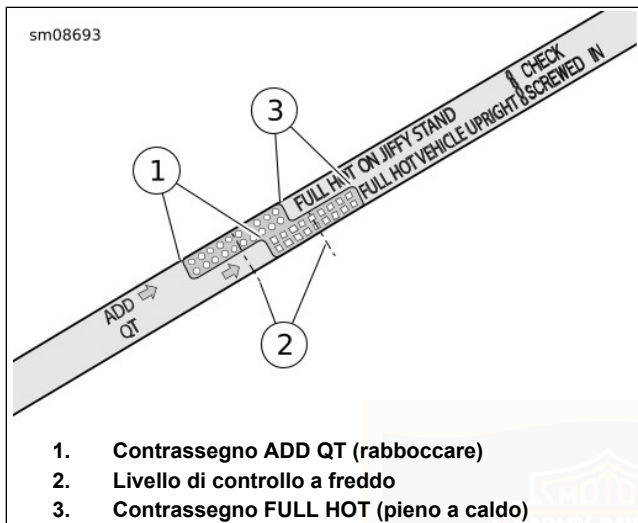

Figura 60. Astina di livello dell'olio motore
- e. Vedere Figura 60. Controllare il livello dell'olio. Il corretto livello dell'olio a freddo si trova a metà (2) fra i contrassegni ADD QT (rabboccare) (1) e FULL HOT (pieno a caldo) (3) sull'astina di livello.
5. Controllare il livello dell'olio. Aggiungere una quantità di olio sufficiente perché il livello sia a metà tra ADD QT (1) (rabboccare) e FULL HOT (pieno a caldo) (3).
e. Vedere Figura 60. Controllare il livello dell'olio. Il livello dell'olio deve vedersi tra i contrassegni ADD QT e FULL HOT sull'astina di livello.